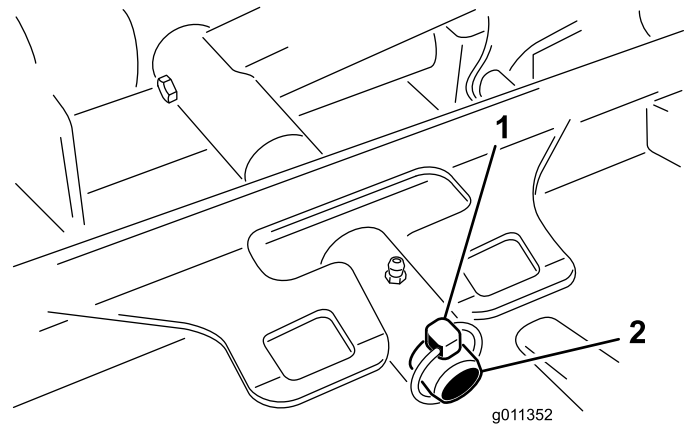

Figure 65
- Retirez la goupille à anneau qui fixe le bâti porteur du plateau à l'axe de pivot du bras de relevage (Figure 65).
3. Faites glisser le bâti porteur du plateau de coupe sur l'axe de pivot du bras de relevage. Fixez-le avec le goupille à anneau (Figure 65).